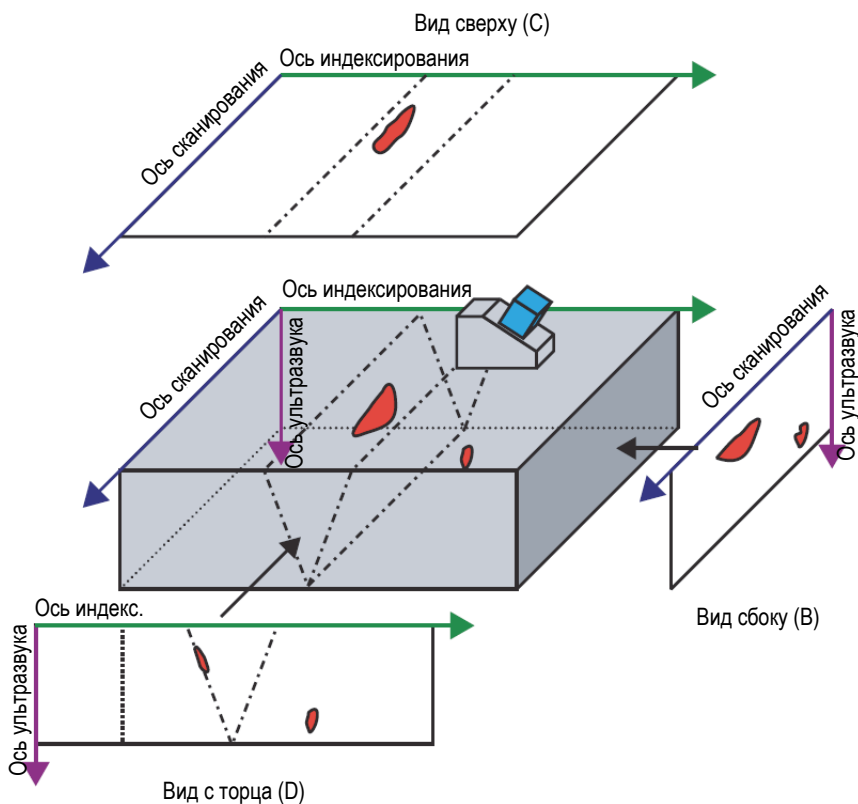

Рис. 3-21 Пример ультразвуковых разверток [сверху (C), сбоку (B), с торца (D)] — Угол наклона ПЭП 90°
Данный вид отображения представляет собой цветокодированное изображение, построенное на основе последовательных А-сканов, расположенных на разных плоскостях, определяемых осями УЗ, сканирования и индексирования. Основные виды отображения, аналогичные двумерной проекции технического чертежа, представлены на Рис. 3-21 на стр. 85.
На примере Рис. 3-21 на стр. 85, при угле наклона ПЭП 0° (или 180°), вид Сбоку (B) становится видом С торца (D), и наоборот. Вид Сбоку (B) определяется осями глубины и движения ПЭП. Вид С торца (D) определяется осями глубины и электронного сканирования.